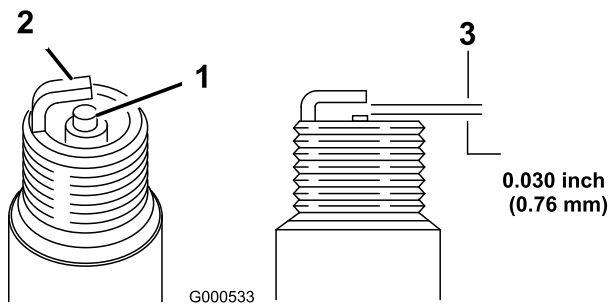

Figura 27
5. Fije el hueco entre los electrodos en 0,76 mm (0,030 pulg.) (Figura 27).